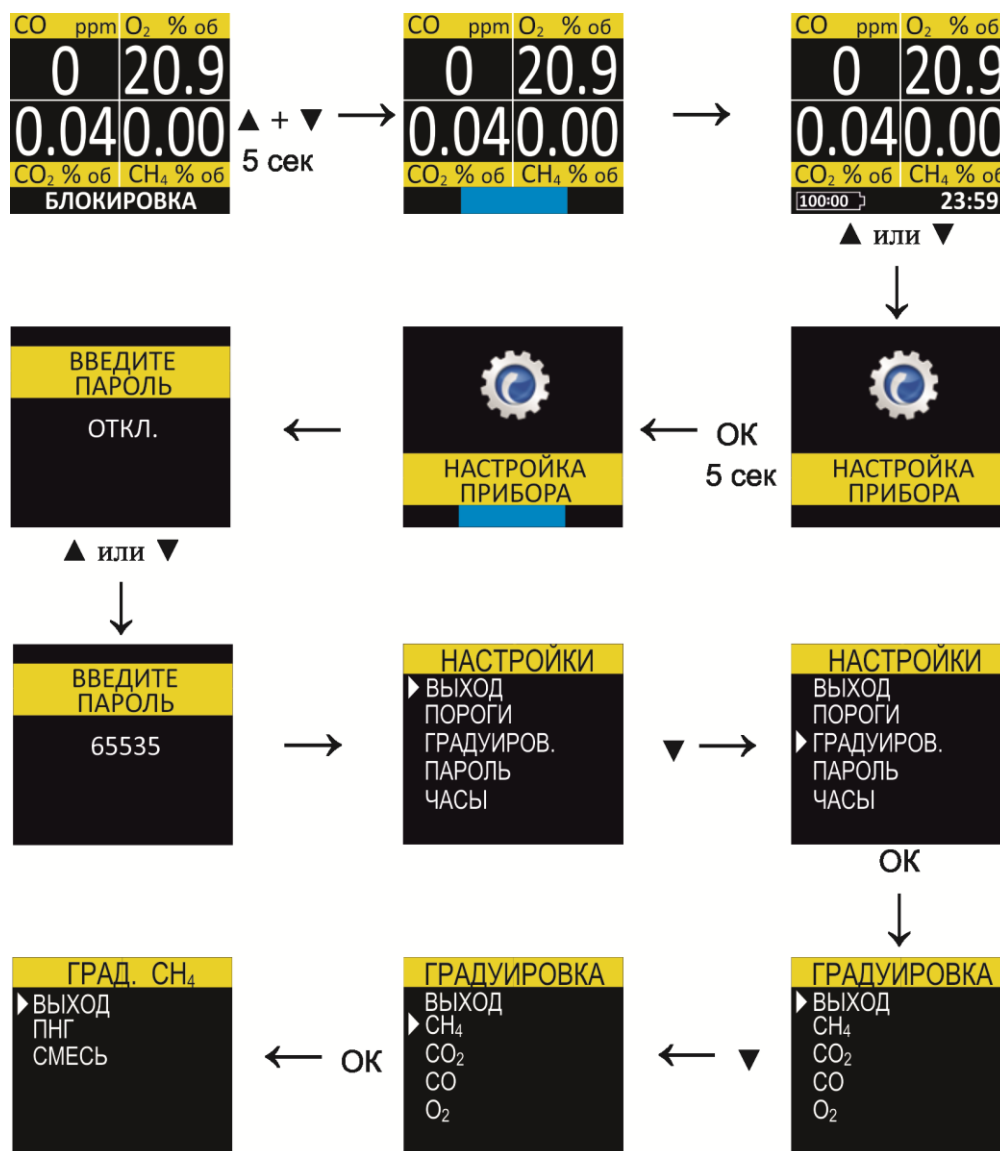

Рисунок 16. Вход в меню градуировки метана
3.1.4 Войти в меню градуировки прибора, для чего необходимо из основного меню перейти в раздел "НАСТРОЙКИ ПРИБОРА" → "ГРАДУИРОВ.". При входе в раздел настроек необходимо ввести пароль. После чего выбрать измерительный канал, по которому будет производиться корректировка показаний. На рис.16 приведен пример входа в меню градуировки метана.